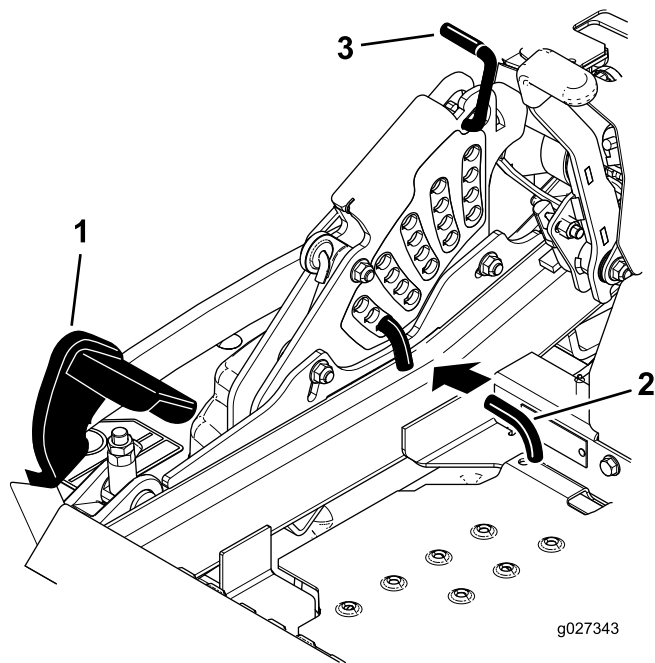

Figura 84
5. Premete completamente in avanti il pedale di sollevamento del piatto di taglio in modo che quest'ultimo si blocchi in posizione di trasporto a 14 cm (Figura 84).